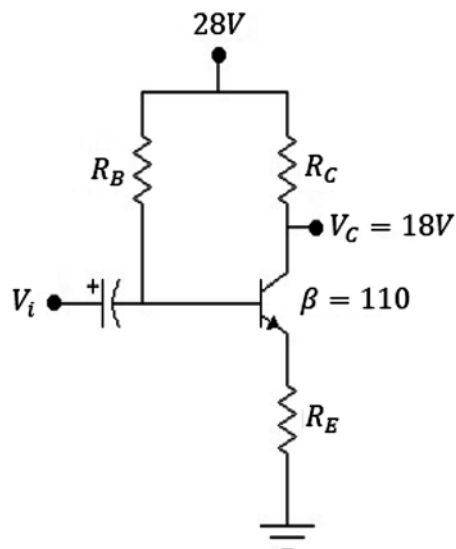

Figura 4.55 Ejercicio de aplicación. Fuente: Elaboración propia
k) En el circuito de la figura 4.55, se tiene: